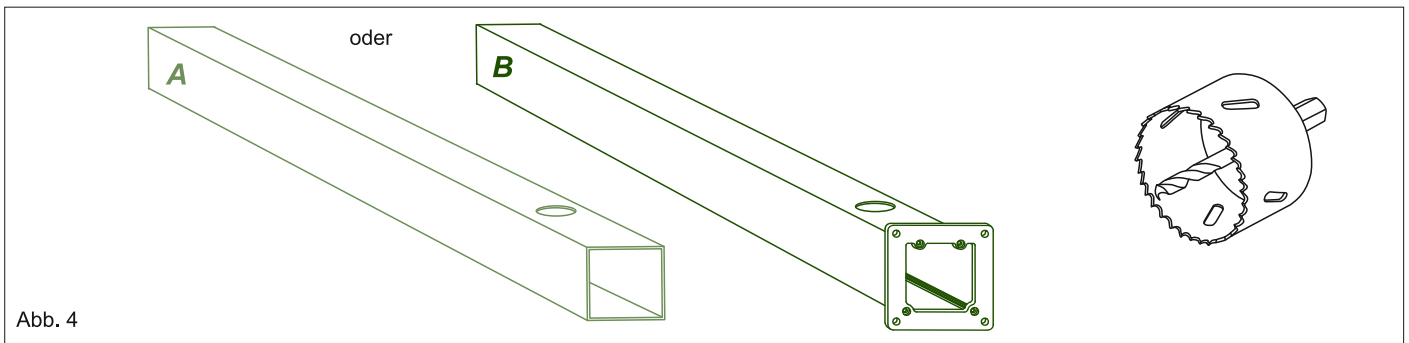

Abb. 4
1a. Halten Sie das Wandprofil an der Montagestelle fest und markieren Sie die Stellen auf dem Wandprofil, wo die Vorbohrungen für die Wandmontage gesetzt werden können (im Zick-Zack-Format mit ca. 20 cm Abstand. Siehe Abb. 4). Anschließend nehmen Sie die Bohrungen mit einem Metallbohrer im Wandprofil vor. Anschließend Bohren Sie mit einem Beton/ Steinbohrkopfbohrer einen, für den für die Montage vorgesehenen Dübel, passendes Bohrloch in der richtiger Höhe, durch ein äußeres Loch in dem Wandprofil und befestigen Sie den Wandprofil sicher an der Wand. Siehe Abb 2.
1c. Wiederholen Sie diese Schritte für alle andere in dem Wandprofil vorhandene Löcher und stellen Sie fest, ob das Wandprofil so stabil an der Wand montiert ist, dass dieses die ganze Überdachungskonstruktion, sicher tragen kann. (Befestigen Sie bei einer Überdachungslänge von 8 - 12 m auch das zweite Wandprofil direkt angrenzend an das erste Wandprofil, beachten Sie auch hier die Schritte 1a. - 1d.). Siehe Abb. 4.
A) B) 3. In einem der Pfosten wird das Wasserablaufrohr versteckt. Je nach Rohraustritt aus dem Pfosten (sichtbar über die Erdoberfläche oder einbetoniert/eingegraben im Erdreich) markieren Sie die Stelle für den Abfluss an unteren Ende des Pfosten und schneiden Sie mit einem Lochbohrer/einer Lochsäge eine 90mm Öffnung in den Pfosten. Siehe Abb. 4.